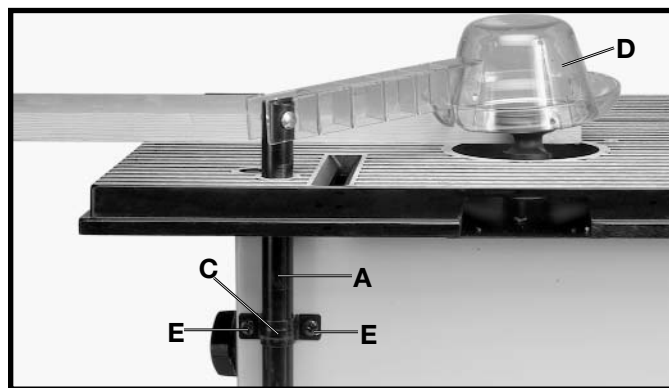

Fig. 31
Se suministra un protector del cortador superior, que aparece en la Fig. 31, como equipo estándar con su Recortadora/Limador. Debe utilizarse siempre para aquellas funciones que exijan la remoción de la guía. Para instalar el protector del cortador superior, haga lo siguiente:
3. Inserte la vara (A) Fig. 31 del protector del cortador superior a través del agujero en la parte posterior de la mesa, como se ilustra aquí, y hacia adentro del soporte (C). **NOTA:** Puede ser necesario aflojar el soporte (C) para poder instalar la vara (A). Ajuste la altura del protector del cortador superior (D) hasta que el borde del protector (D) quede plano sobre el material y apriete ambos tornillos, de los cuales aparece uno en (E) Fig. 31. El protector se eleva en lo que el material se mueve contra el cortador, y se baja luego de completado el corte.